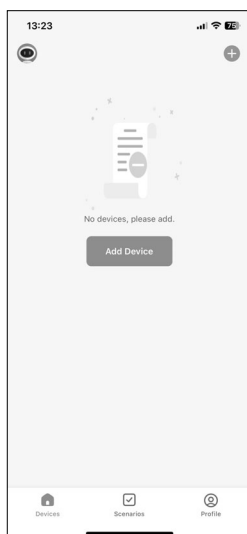

Fig. 1
- Se nell'app MEDION Life Plus non è ancora stato registrato alcun apparecchio, toccare il pulsante **ADD DEVICE** (fig. 1).